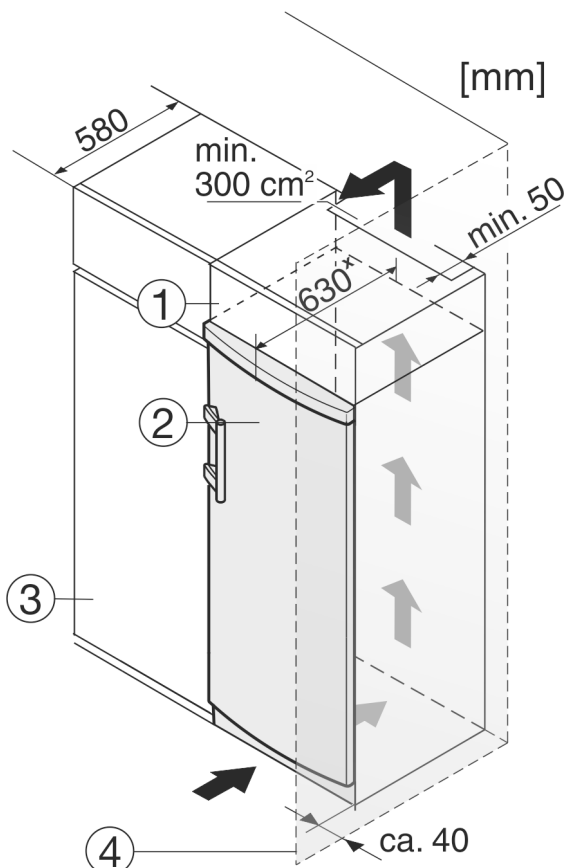

Fig. 10
Přístroj lze zabudovat do kuchyňských skříní. K vyrovnání přístroje Fig. 10 (2) na výšku kuchyňské linky lze na přístroj nasadit nástavec Fig. 10 (1).
Při montáži do kuchyňských skříní (hloubka max. 580 mm) lze přístroj instalovat hned vedle kuchyňské skříně Fig. 10 (3). Přístroj přesahuje přední stěnu kuchyňské skříně na stranách o 34 mm \* a uprostřed o 50 mm \*.
Když se přístroj instaluje závěsy vedle stěny *Fig. 10 (4)*, musí být vzdálenost přístroje od stěny alespoň 40 mm. To odpovídá přesahu madla při otevřených dveřích.